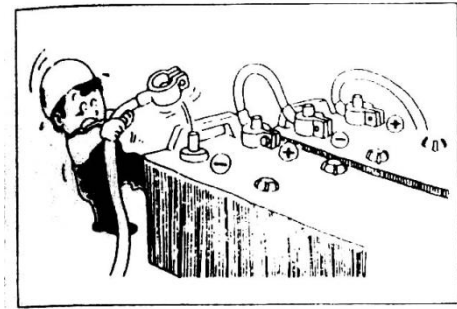

Рис.3-34
- При ремонте электросистемы или электросварки на машине, следует снять катод (-) аккумулятора во избежание движения тока. (рис. 3-34)